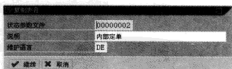

图 10-69 复制用户“状态参数文件”
STEP 3 选中一行，单击“”按钮，可以复制用户“状态参数文件”，如图 10-69 所示。